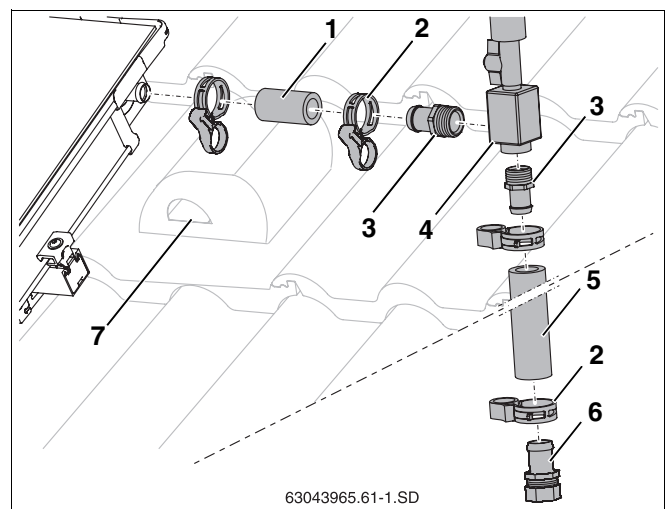

fig. 57 Ligar o dispositivo de purga sobre o telhado
- ▶ Aplicar a mangueira solar (55 mm, fig. 57, **item 1**) na ligação de impulsão do campo de colectores e fixar à braçadeira de mola.
- ▶ Apertar os terminais de mangueira R $\frac{3}{4}$ com os O-Ring (fig. 57, **item 3**) na câmara de ar (fig. 57, **item 4**).
- ▶ Inserir os terminais de mangueira (fig. 57, **item 3**) até ao batente na mangueira solar (fig. 57, **item 1** e **5**) e fixar com braçadeiras de mola (fig. 57, **item 2**).
- ▶ Colocar na mangueira solar o terminal de mangueira com a união roscada de anel de aperto (fig. 57, **item 6**) até ao batente e fixar com braçadeira de mola.
- ▶ Passar a mangueira solar, juntamente com o cabo do sensor, pela câmara de purga (fig. 57, **item 7**) e pelo isolamento do telhado.
- ▶ Ligar o tubo colector ao terminal de mangueira com a união roscada de anel de aperto (18 mm) (fig. 57, **item 6**).